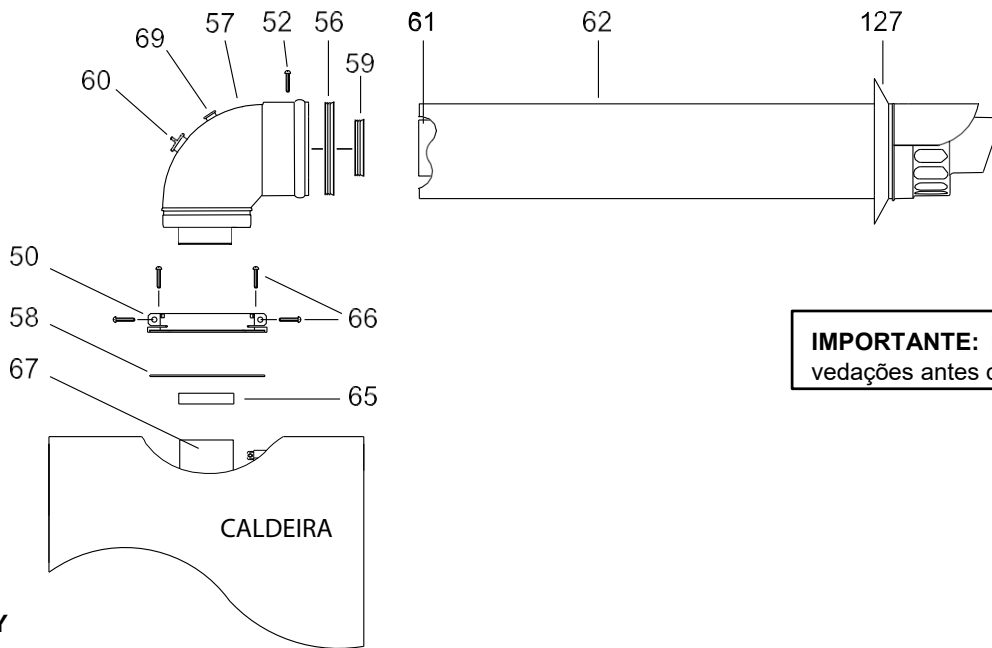

Fig.17
**Importante: Verifique se o diâmetro interno de 60 mm da curva está totalmente inserido no trocador de calor e se a vedação de borracha está corretamente encaixada. (Fig. 17, item 65)**
**Importante:** Verifique se o diâmetro interno de 60mm da curva está totalmente inserido no permutador de calor e se o vedante de borracha está corretamente encaixado. (Fig. 17, item 65)